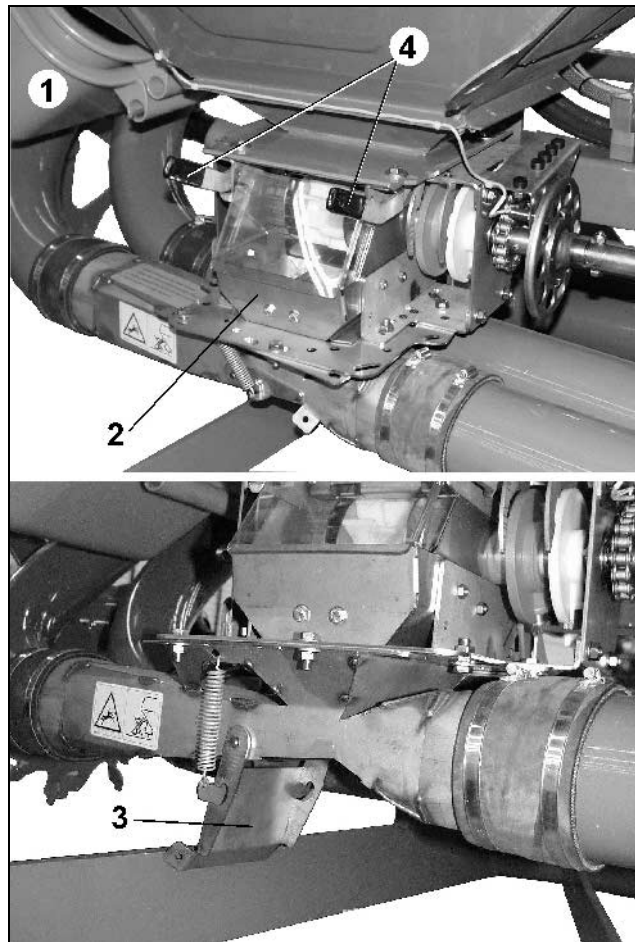

Fig. 102
- Anbring opsamlebeholdere (Fig. 102/1) under doseringsenhederne (Fig. 102/2), inden tanken tømmes.
- Håndtaget (Fig. 102/4) trykkes ned og låses. Ved hjælp af grebet åbnes åbningen under doseringsenheden og såtanken tømmes.
- Herefter åbnes injektorslusens spjæld (Fig. 102/3), hvorefter injektorslusen tømmes.
Fare for personskade i forbindelse med åbning og lukning af injektorslusens spjæld (Fig. 102/3)!